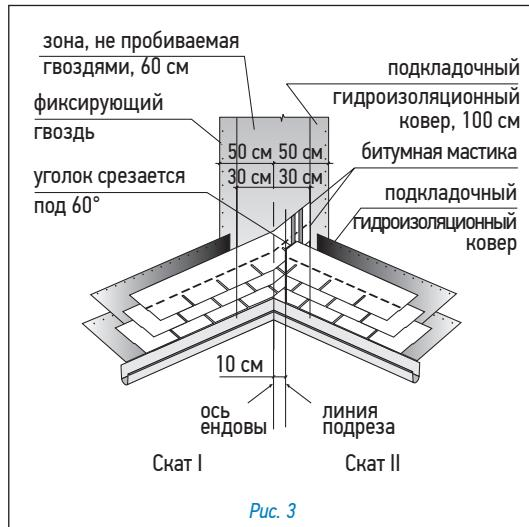

Рис. 3
Ендова (рис. 3)
• лист, подходящий к ендды со ската II, должен доходить до линии подрезки и обрезаться по ней. Верхний уголок обрезанного края листа подрезается под углом 60° (5 × 3 см — рис. 3);